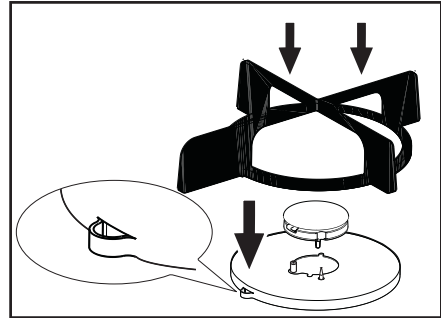

Рис. 2
- После появления пламени подержите ручку нажатой около **5 секунд**. Это даст термопаре (рис. 2. поз. D) нагреться и отключить предохранительное устройство, в противном случае подача газа будет прервана. Затем убедитесь в стабильности пламени и отрегулируйте его на нужный уровень.
Таким образом, подставка будет устойчивой (рис. 2).